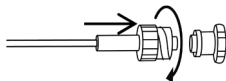

Figura 2
2. Conecte la línea de muestreo del gas (conector luer macho) al monitor del gas respiratorio, como se muestra en la Figura 2. Gire el conector luer en sentido horario para un ajuste seguro para garantizar que no haya pérdida de gases en el punto de conexión.